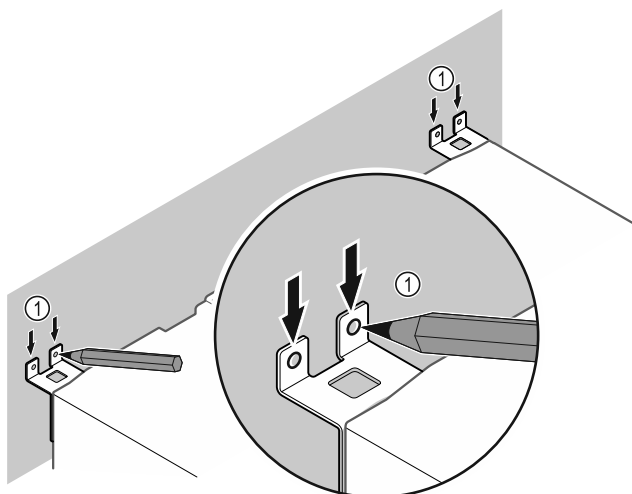

Fig. 11
- ▶ Поставете маркировки на стената Fig. 11 (1).